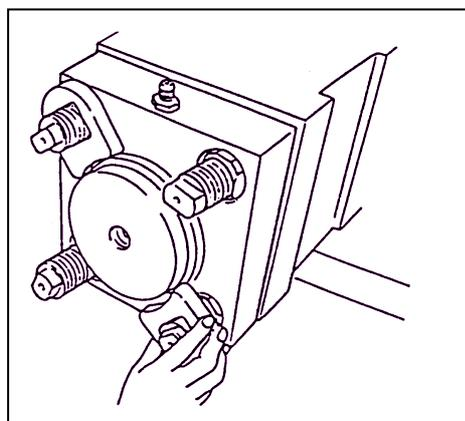

Fig.14
16. Coloque as anilhas de bloqueio nos parafusos. Depois virando os parafusos coloque as anilhas na posição correcta. Veja a Fig.14. Coloque no mesmo modo a anilha no lado oposto a assim sucessivamente.